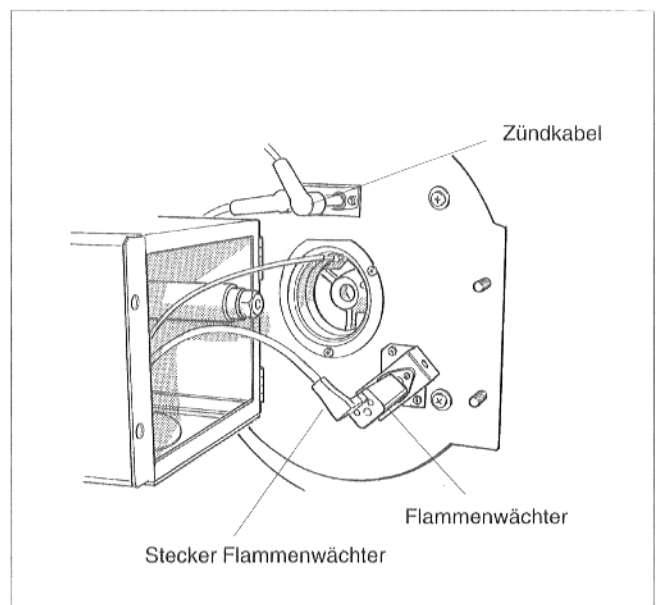

Abb. 17
- Stecker Flammenwächter lösen, Flammenwächter herausnehmen (Abb.17).